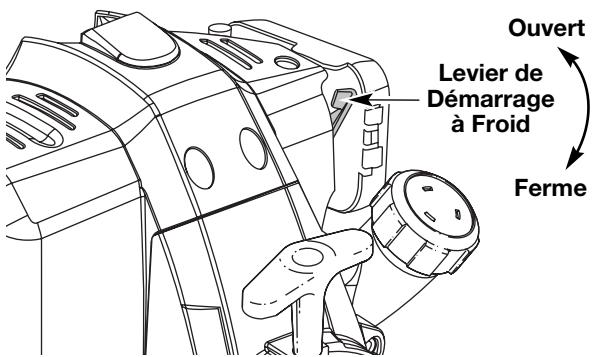

Fig. 7
- SI FROID...** Par temps froid (sous 4°C/ 40°F), mettez le levier de démarrage à froid (Fig. 7) en position fermé et passez à l'étape 3. N'abaissez PAS ce levier si la température dépasse 4°C (40°F).